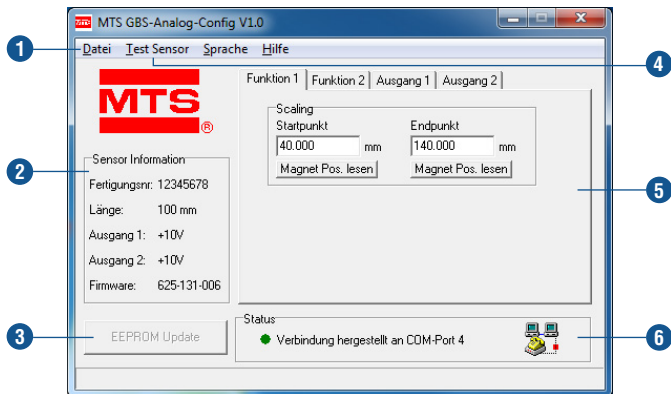

Abb. 37: MTS GBS Analog Config V1.0, Funktion 1
Nach dem Start des Programms öffnet sich die Bedienoberfläche des angeschlossenen Sensors mit seinen einstellbaren Parametern (Abb. 37).
- 1 Unter **Datei** kann die Sensorkonfiguration auf der Rechnerfestplatte gespeichert, ausgedruckt oder in den Sensor geladen⁵ werden. Außerdem kann hier auch wieder zur Werkseinstellung zurückgekehrt werden (Abb. 37).
- 2 **Sensor Information** zeigt die unveränderlichen Sensorparameter, die beim Anschluss des Sensors automatisch eingelesen wurden (Abb. 37).
- 3 Eventuell durchgeführte Änderungen werden dunkel hinterlegt. Durch Anklicken von **EEPROM Update** werden die geänderten Parameter im Sensor dauerhaft gespeichert. Die übernommenen Werte werden danach am Bildschirm wieder vor weißem Hintergrund dargestellt (Abb. 37).
- 5 Über die Registerkarten im Dialogfeld können den Ausgängen des Sensors Funktionen zugeordnet werden. Der Messbereich für die Funktion wird im Feld **Scaling** festgelegt (Abb. 37).
- 6 **Status** zeigt den erfolgreichen Verbindungsaufbau zum Sensor (Abb. 37).